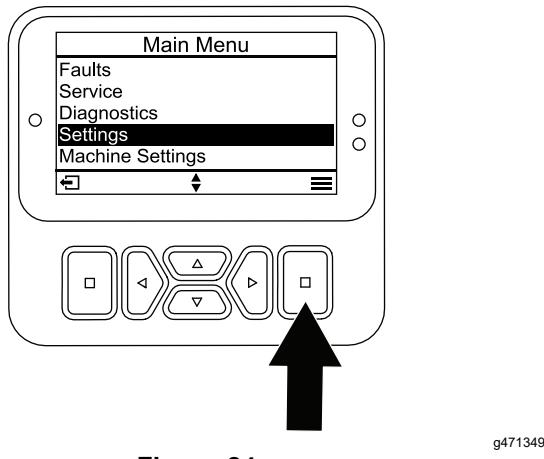

Figura 24
- En el menú PRINCIPAL, vaya al menú AJUSTES y pulse el botón Seleccionar (Figura 24).